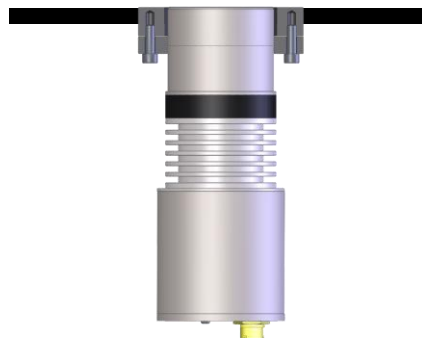

Рисунок 32: Датчик, установленный заподлицо
5. Убедитесь, что датчик установлен заподлицо с внутренней стенкой в месте установки (Рисунок 32). Отрегулируйте положение зажимного кольца, если датчик установлен не заподлицо.